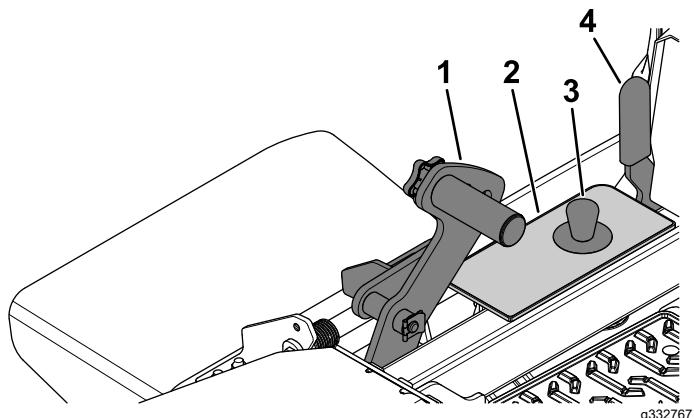

Figura 30
1. Spingete il pedale di sollevamento del piatto completamente in avanti per bloccare il piatto in posizione di TRASPORTO (corrispondente, inoltre, all'altezza di taglio di 140 mm) come illustrato nella Figura 30.
2. Per regolare, spostate la spina dalla staffa dell'altezza di taglio (Figura 30).
3. Nella staffa dell'altezza di taglio scegliete un foro corrispondente all'altezza richiesta, ed inserite la spina (Figura 30).